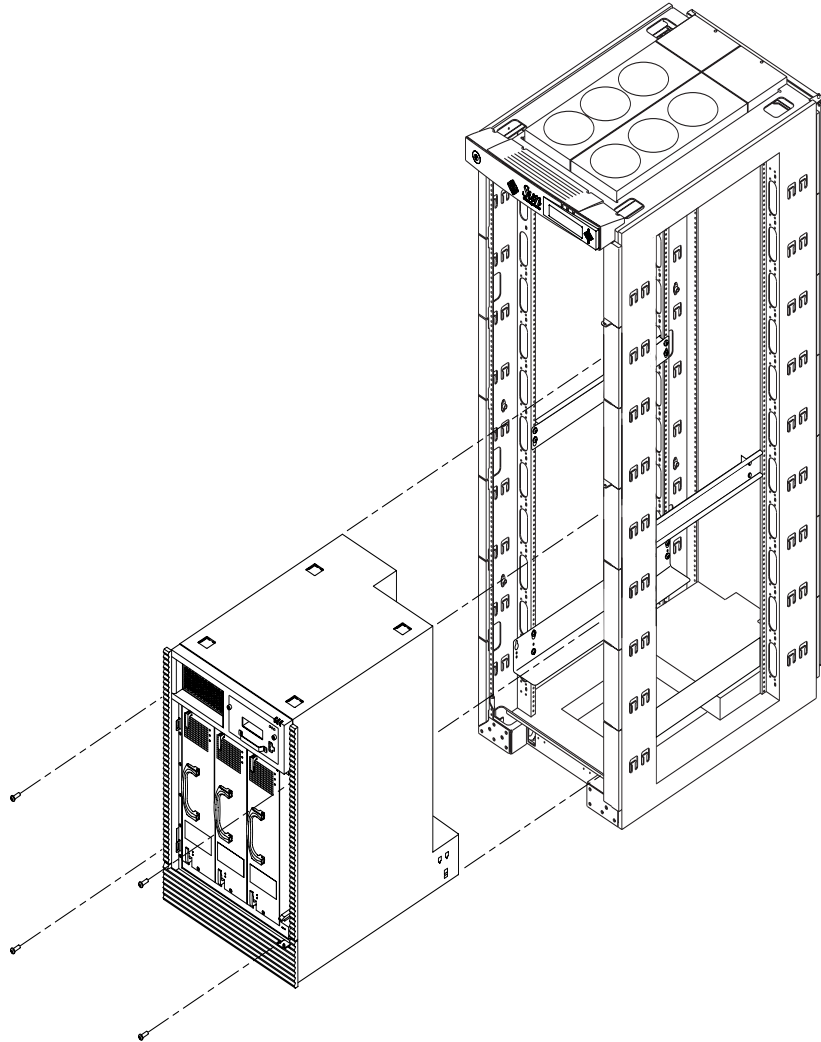

FIGURE 2-4 Montage du système Sun Fire 4800 dans l'armoire Sun Fire
2. Placez l'avant du système dans les rails de montage inférieurs de l'armoire (FIGURE 2-4).